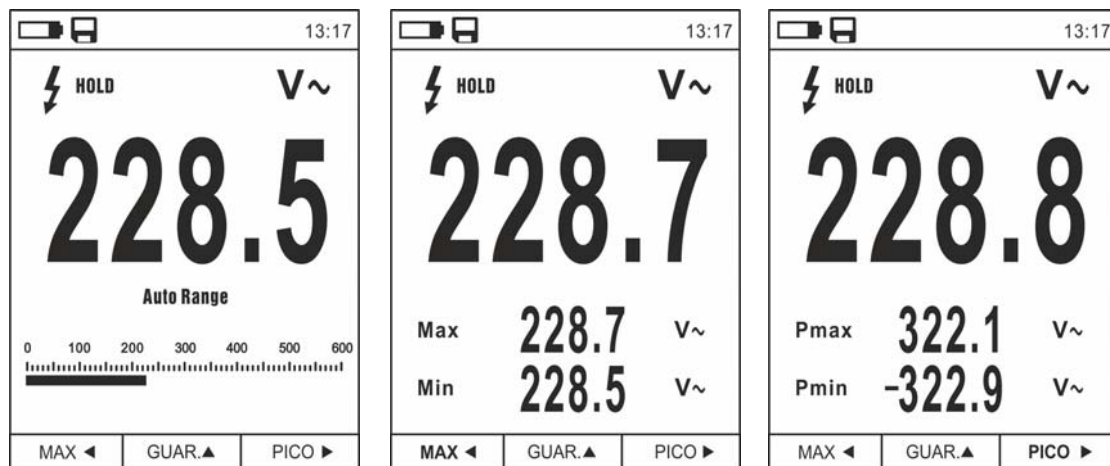

Fig. 9: Medida MAX/MIN y PICO
1. Pulse la tecla **MAX** ◀ para entrar en la medida de los valores MAX y MIN de la magnitud en examen (ver Fig. 9 – parte central). Los símbolos “MAX” y “MIN” se muestran en pantalla
6. Pulse la tecla **PICCO** ▶ para entrar en la medida de los valores de Pico de la magnitud en examen (ver Fig. 9 – parte derecha). Los símbolos “Pmax” y “Pmin” se muestran en el visualizador y los valores se actualizan con las mismas modalidades de la función MAX/MIN